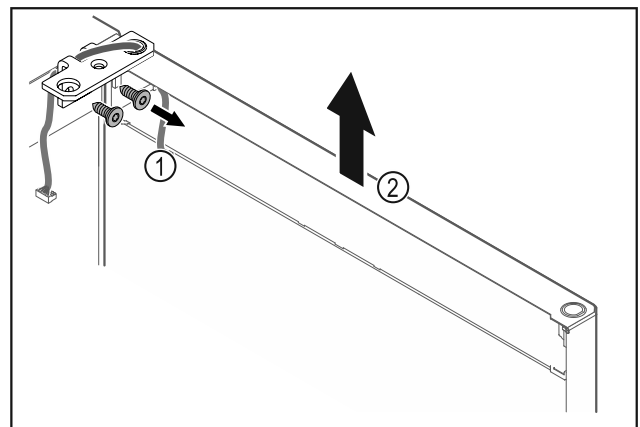

Fig. 19
- ▶ Odskrutkujte uholník závesu Fig. 19 (1).
- ▶ Zdvihnite dvere vrátane uholníka závesu Fig. 19 (2) cca 200 mm nahor a odoberte ich.